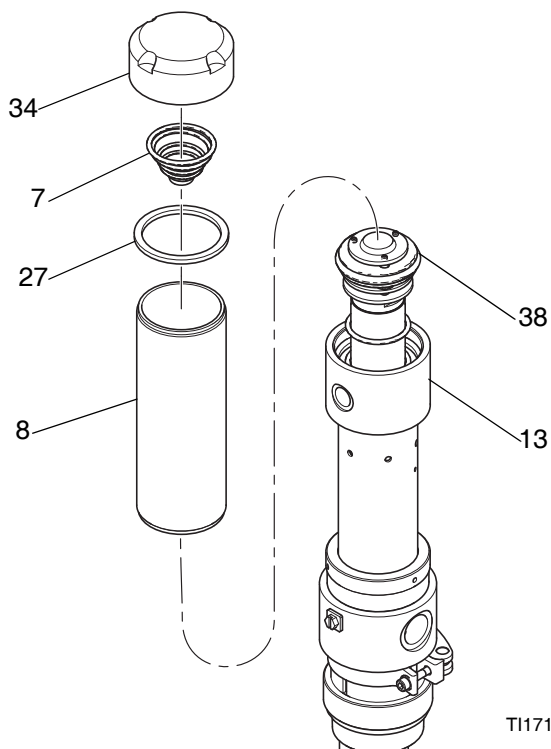

図 10
1. シリンダーキャップ (34) を留めているネジをシリンダー (8) から外します。スプリング (7) を外すためには、コイルの下でらせん状にゆっくりと回します。スプリング (7) と取り付け金具 (27) が摩耗したり損傷していないか点検します。必要に応じて交換します。図 10 を参照してください。
2. シリンダー (8) をエアモーターベース (13) から外し、シリンダーをエアピストン (38) からまっすぐ持ち上げます。手でネジを抜くかまたは鎖レンチを使用してシリンダー形状の変形を防ぎます。図 10 を参照してください。
- スプリング (7) と取り付け金具 (27) をシリンダーキャップ (34) に再び取り付け、キャップをシリンダ (8) に取り付けます。シリンダーをエアモーターベース (13) にネジで締め付けます。図 10 を参照してください。